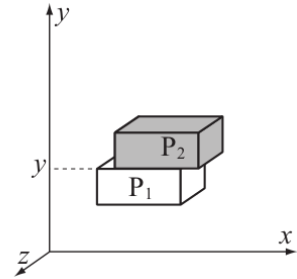

FIGURE 1 – Contact entre deux particules de fluide
1. On s'intéresse, dans ce fluide, à un écoulement unidirectionnel de la forme $\vec{v}(M, t) = v(y, t) \vec{e}_x$; donner l'expression de la force de viscosité exercée par la particule de fluide P_1 sur la particule de fluide P_2 (figure 1), leur surface de contact étant notée S .